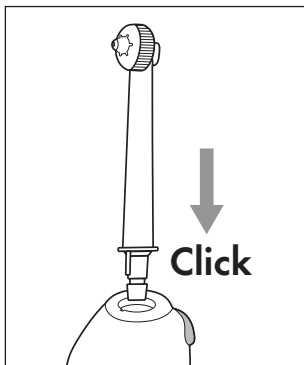

Fig. 2
- ◆ Așezați o duză atașabilă **2** pe unitatea manuală **4**. Apăsați duza atașabilă **2** în orificiu până când duza atașabilă **2** se blochează audibil în unitatea manuală **4**. Atenție la poziția corectă a ciocului de ghidare de la capătul inferior al duzei atașabile **2** și la decupajul corespunzător din orificiul de pe unitatea manuală **4** (a se vedea fig. 2).